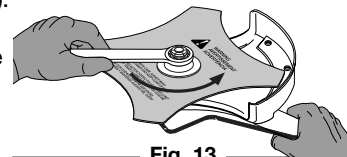

Fig. 13
- Si no tiene una llave de torsión, use una llave de boca cerrada de 13 mm o de casquillo, gire la tuerca hasta que el retén de la cuchilla esté ajustado contra el buje del eje. Verifique que la cuchilla esté bien instalada, luego gire la tuerca 1/4 a 1/2 vuelta más en sentido antihorario (Fig. 13).